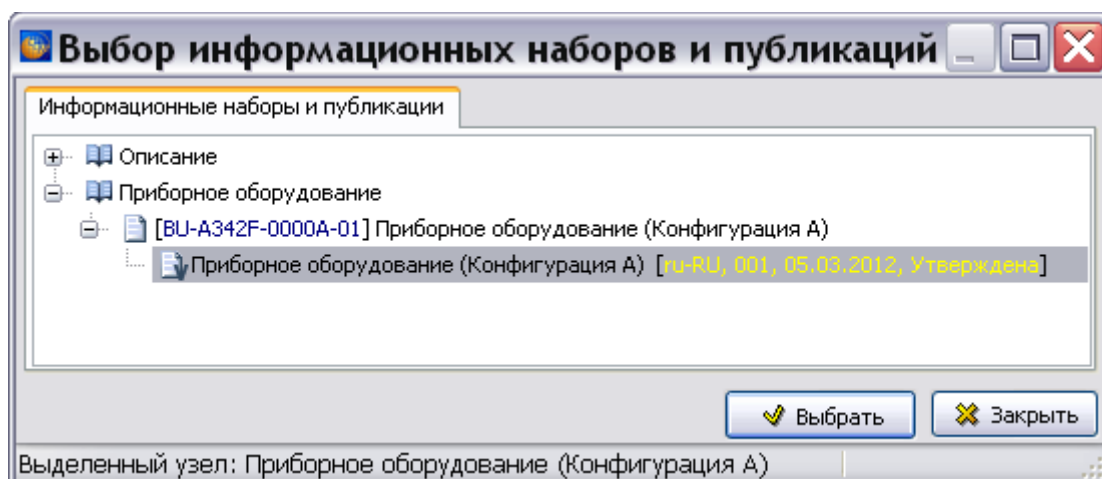

Рис. 21.25
4. Если предыдущей операцией был экспорт, печать или анализ раздела проекта, то после нажатия на кнопку **Экспорт**  откроется окно **Экспорт документации**, в котором в секции **Обрабатывать** будет включена радиокнопка **Выбранную секцию**. В этом случае включите радиокнопку **Публикацию**, после этого автоматически откроется окно **Выбор информационных наборов и публикаций** (Рис. 21.25).
5. Нажмите на кнопку **Выбрать публикацию** . После этого откроется окно **Выбор информационных наборов и публикаций** (Рис. 21.25).